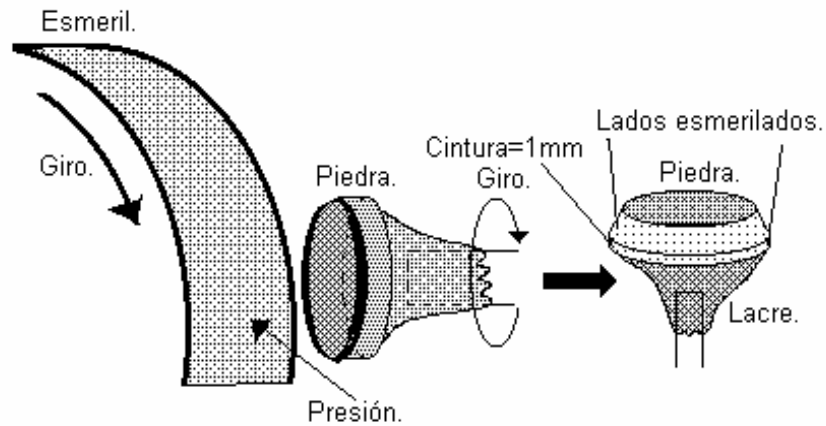

Figura 18: Biselado la piedra.
B) Se realiza un proceso similar al anterior, solo que esta vez se empieza a biselar la parte superior de la piedra, empezando a unos 45° , haciendo algo de presión y girando la roca, para que se cree una superficie uniforme, dejando aproximadamente **1mm** de cintura en la base de la piedra. La piedra se debe de enjuagar y comparar constantemente para no dejar bordes más grandes en un lado (**Figura 18**).